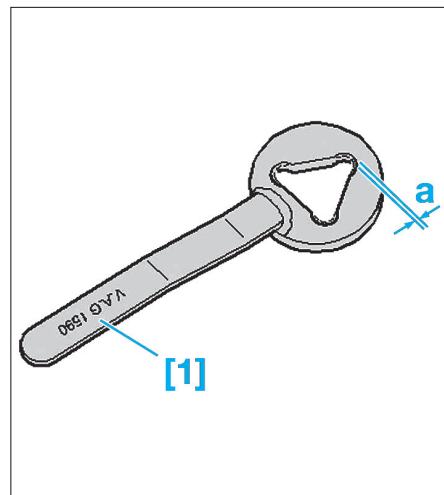

Fig. 21
- [1]. Outil de blocage de la poulie de pompe à eau (réf. VAG 1590) (Fig.21).